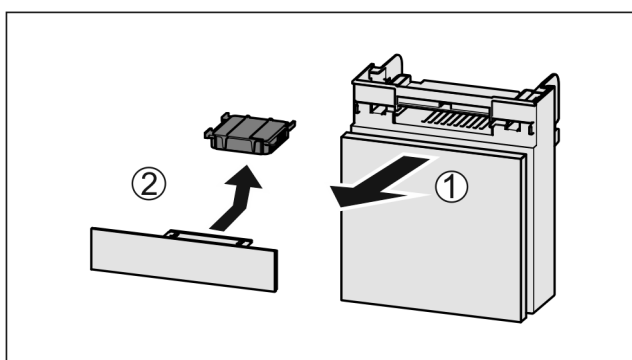

Fig. 88
- ▶ Trekk ut Fig. 88 (1) hyllen fremover.
- ▶ Ta ut Fig. 88 (2) aktivkullfilteret.